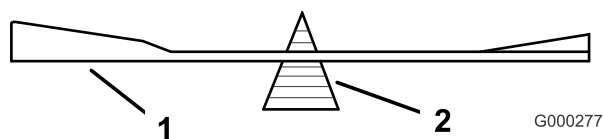
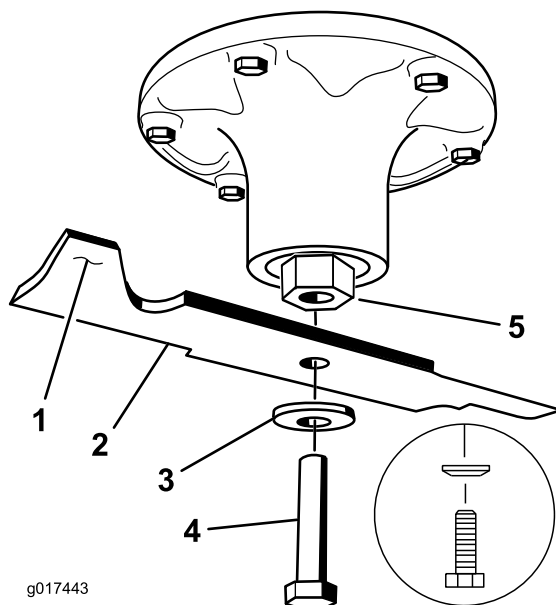

Figure 80
Figure 81
2. Vérifiez l'équilibre de la lame en la plaçant sur un équilibreur (Figure 80). Si la lame reste horizontale, elle est équilibrée et peut être utilisée. Si la lame est déséquilibrée, limez un peu l'extrémité de la partie relevée seulement (Figure 81). Répétez la procédure jusqu'à ce que la lame soit équilibrée.
2. Posez la lame, la rondelle élastique et le boulon de lame. Le cône de la rondelle élastique doit être dirigé vers la tête du boulon (Figure 81). Serrez le boulon de lame à un couple de 115 à 150 Nm.